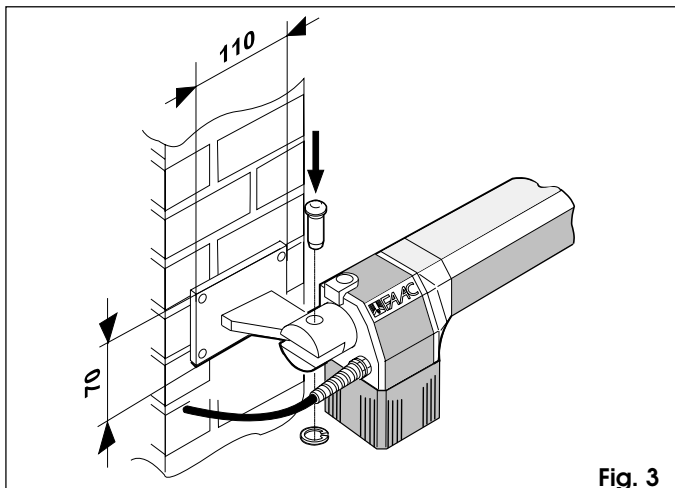

Fig. 3
Dans le cas de pilier en maçonnerie, prévoir d'abord la pose d'une plaque d'ancrage sur le pilier (fig. 3), puis souder la patte d'attache sur la plaque.
- 2) Fixer l'opérateur à la patte d'attache arrière au moyen des vis fournies (fig. 3).
**Attention:** Les opérateurs fournis dans le kit sont en version droit et gauche. Pour une installation correcte, l'opérateur doit être positionné comme indiqué fig. 3.